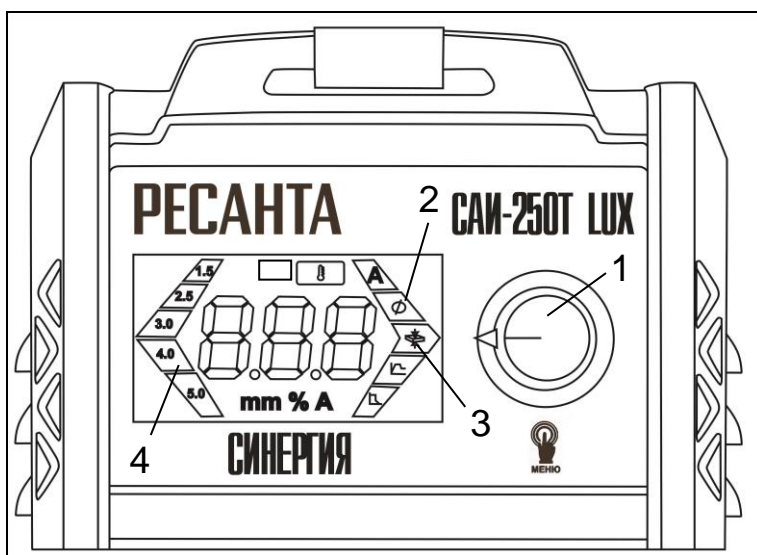

Рис.3 Управление режимами/функциями в синергетическом режиме
1.Переключение аппарата в Синергетический режим осуществляется путем длительного нажатия на регулятор 1 (рис.3). При каждом нажатии осуществляется переключение между функциями:
2. Выбор электрода осуществляется путем вращения регулятора 1(рис.3). При этом на дисплее указывается ток, подходящий для выбранного электрода.
3. Установка величины толщины металла 3(рис.3) осуществляется вращением регулятора 1(рис.3) для более точной подстройки параметров. После фиксации толщины металла на дисплее отобразится диаметр электрода и величина тока.
В Синергетическом режиме функции Горячий старт 5(рис.3) и Форсаж дуги 6(рис 3) работают автоматически.
Переключение сварочного аппарата из Синергетического режима в режим Ручного управления необходимо осуществить длительное нажатие на регулятор 1(рис.3).
- При завершении шва отведите электрод немного назад, чтобы заполнилась сварочная ванна, а затем переместите электрод на верхний край сварочной ванны (Рис 6 (1-2 рис.3)) и быстро отведите от кратера (Рис 6 (3 рис.3)).